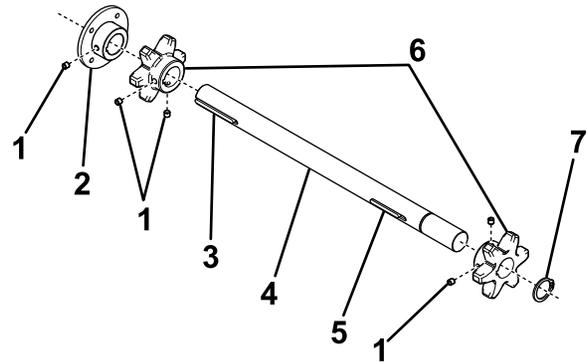

Figure 20
2. Insérez la longue clavette dans la fente ouverte sur l'arbre d'entraînement (Figure 20).
3. Insérez la clavette courte dans l'autre fente sur l'arbre d'entraînement (Figure 20).
4. Enfilez les pignons au bout de l'arbre d'entraînement et vissez légèrement les vis (Figure 20).
5. Glissez le circlip sur l'extrémité droite de l'arbre d'entraînement jusqu'à ce qu'il s'enclenche en place (Figure 20).
6. Glissez l'accouplement (1¼ po) sur l'extrémité gauche de l'arbre d'entraînement et fixez-le avec un vis (Figure 20).